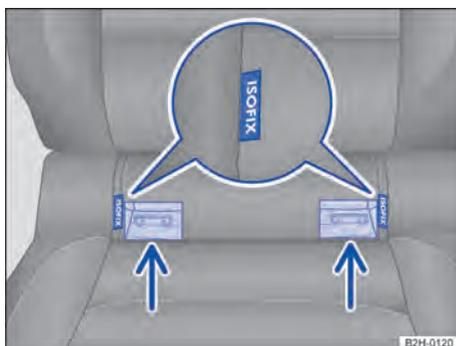

Fig. 42 No banco do veículo: identificação dos pontos de ancoragem inferiores para cadeiras de criança.
Dois olhais de retenção, os assim chamados pontos de amarração, se encontram entre o encosto e o banco nos locais externos do banco traseiro → Fig. 42.
- Colocar a cadeira de criança nos olhais de retenção no sentido das setas → Fig. 42. As aberturas de introdução encontram-se perpendicularmente ao lado da inscrição ISOFIX. A cadeira de criança deve engatar de modo seguro e audível (clique).
- Posicionar a cadeira de criança sobre a superfície do banco e prender os ganchos dos cintos de fixação nos olhais de fixação → Fig. 42, desde que os cintos de fixação tenham sido fornecidos juntamente com a cadeira de criança.